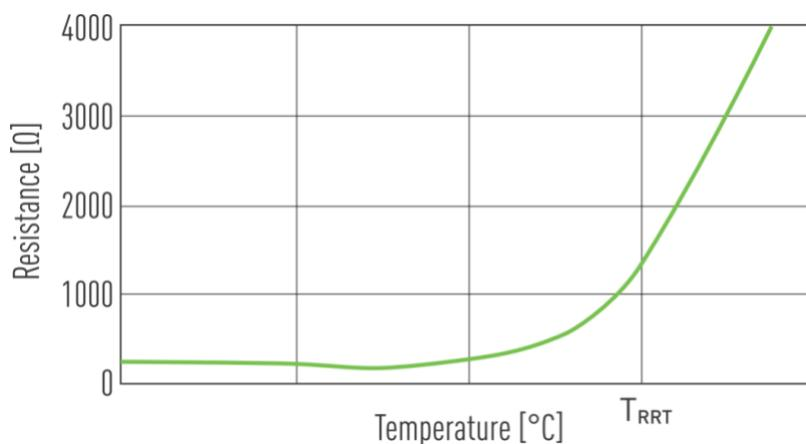

Fig. 5.1 Curva caratteristica dei sensori PTC ( $T_{RRT}$  = Temperatura d'intervento)
**NOTA** I sensori PTC hanno una caratteristica non lineare (Fig. 5.1) e di conseguenza non sono adatti per misurare la temperatura del motore.